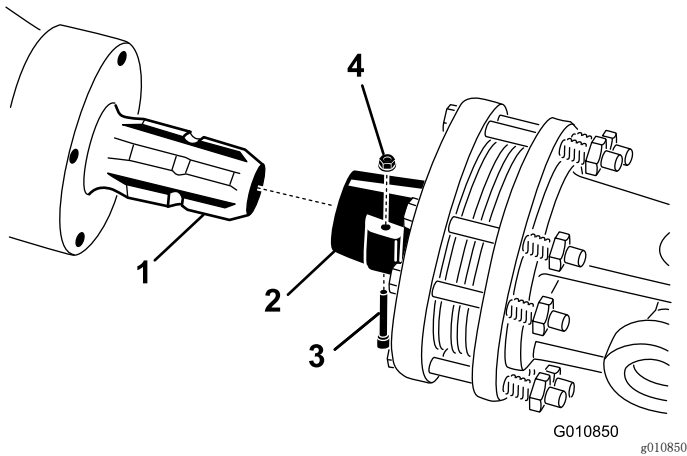

图23
1. 从 PTO 轴上卸下销和螺母 (图23)。
2. 用之前卸下的销和螺母将 PTO 轴的离合器端固定至打孔机齿轮箱输入轴上 (图23)。销仅可单向插入。